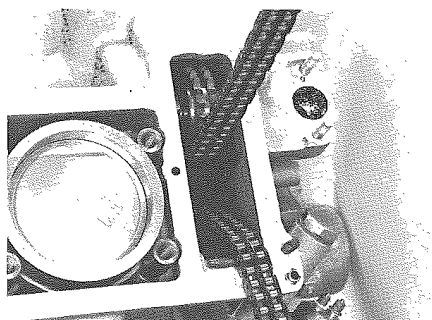
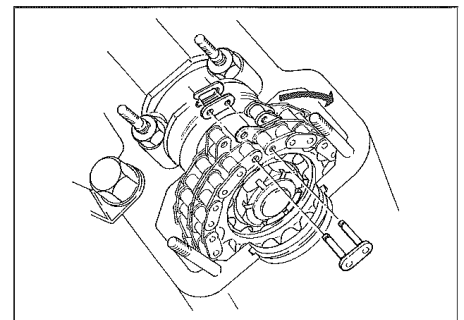

Fig. 13 - Ingranaggio galoppino
Fig. 14 - Molletta di fermo
- Riagganciare la catena con gli assi a camme e l'albero al PMS facendo attenzione al corretto passaggio della catena su ogni ingranaggio, in particolare sul galoppino (**Fig. 13**), libero di scorrere assialmente. La molletta della maglia di giunzione ha un verso di montaggio: la parte chiusa va rivolta nel verso del moto della catena (**Fig. 14**).
- Reassemble the chain to the camshafts and crankshaft at T.D.C. paying attention to the correct setting of the chain on each gear, especially on the guide gear (**Fig. 13**), that must have a free axial movement. Junction link spring has an assembly position: closed part to face chain moving sense (**Fig. 14**).